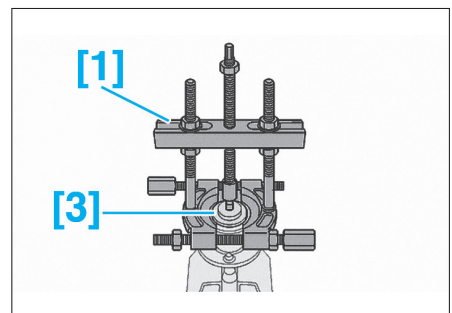

FIG. 36
• Poser l'outil [3] et [1] (Fig.36).